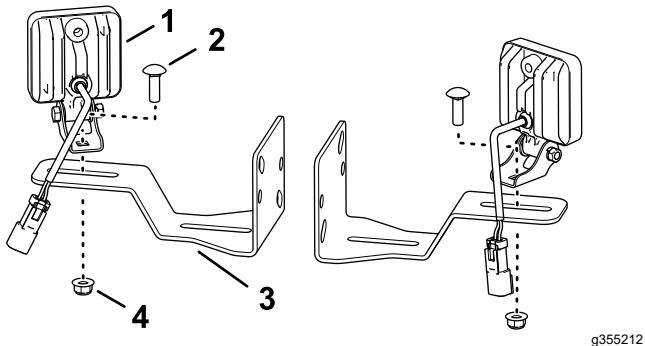

Figura 1
1. Montate la luce LED sulla staffa di montaggio della luce con il bullone a testa tonda (5/16" x 1") e il dado di bloccaggio flangiato (5/16") come illustrato nella Figura 1.